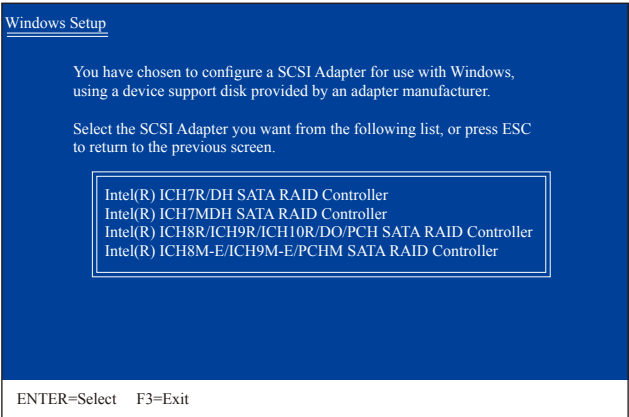

图2
放入存有SATA RAID/AHCI驱动程序的软盘并按下<S>键。当如图2的画面出现时，请选择「Intel(R) ICH8R/ICH9R/ICH10R/DO/PCH SATA RAID Controller」再按<Enter>键，系统会从软盘中下载SATA驱动程序。